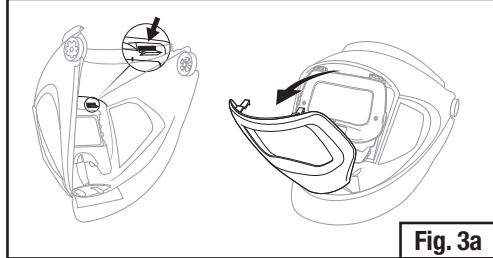

Fig. 3a
- Extrae el panel frontal plateado mediante presión hacia arriba en las lengüetas plateadas desde la parte interior de la careta para liberar el mecanismo de los seguros y luego oprime la lengüeta a través de las aberturas (área que se muestra en la Fig. 3a).